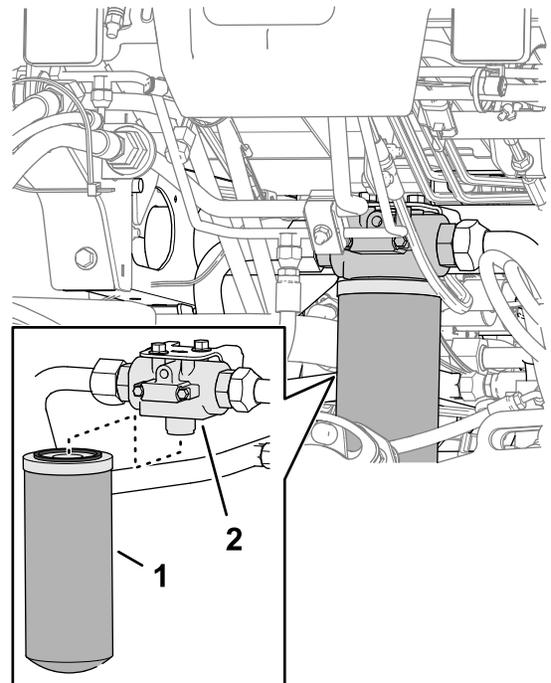

图 102
2. 在机器前面在回流过滤器下方放置一个放油盘 图 102。